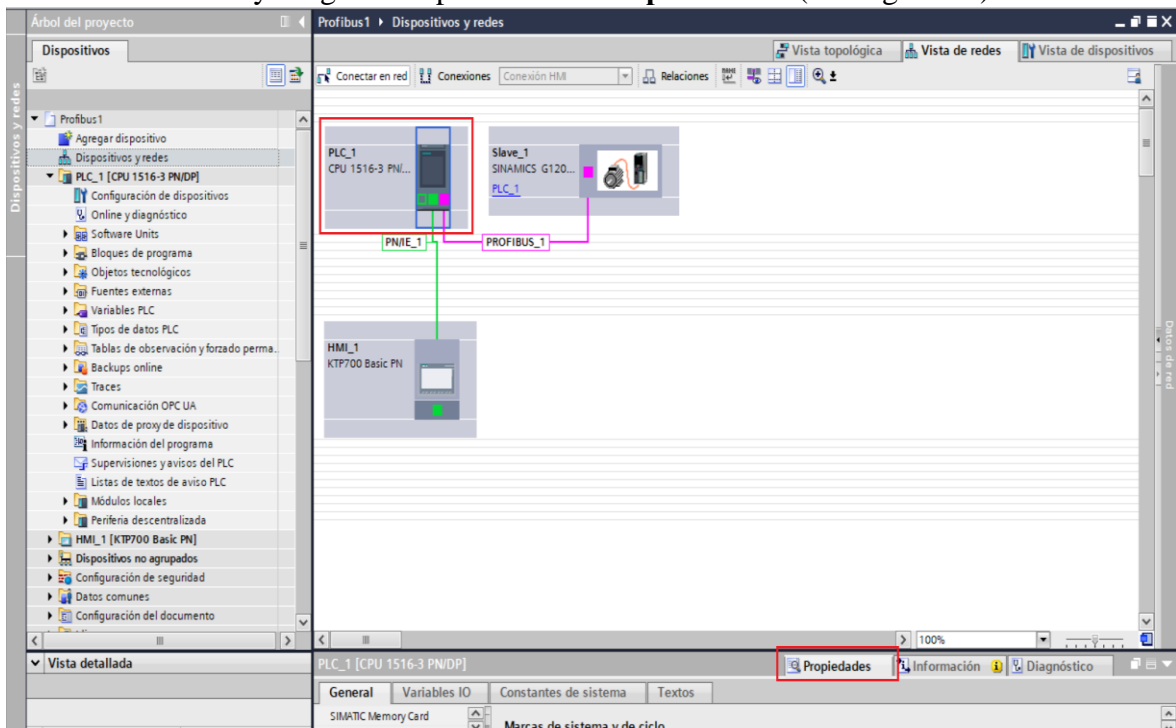

Figura 21. Ingresar a la configuración de las marcas de ciclo.
- Dar click en el PLC y dirigirse al apartado de “**Propiedades**”. (ver Figura 21).